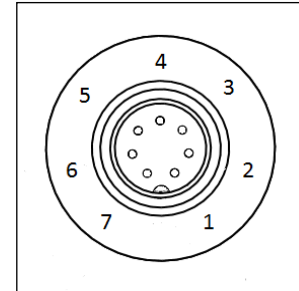

Abbildung 13: Gerätestecker (Außenansicht)
- Beachten Sie die Pin-Belegung des Steckers (siehe **Abbildung 13**).